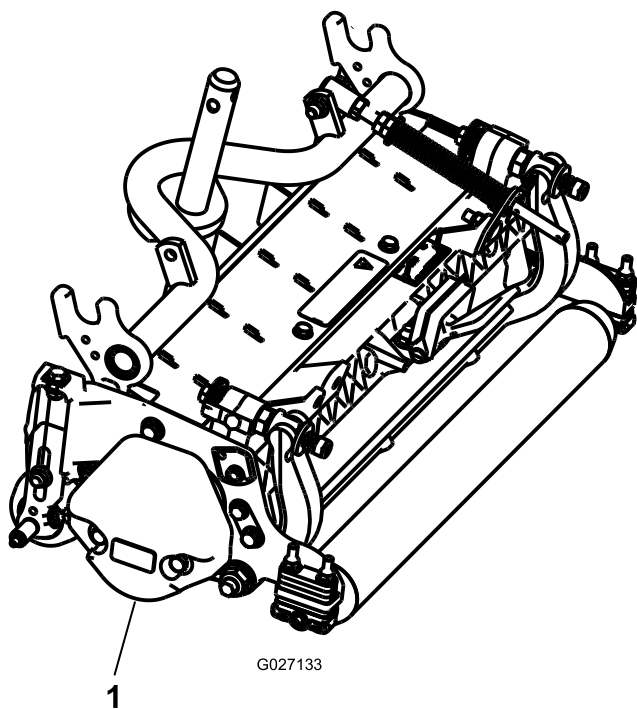

Figura 3
3. Asegúrese de que el contrapeso (Figura 3) está instalado en el extremo correcto de la unidad de corte, según lo descrito en las *Instrucciones de instalación* del kit de contrapesos.